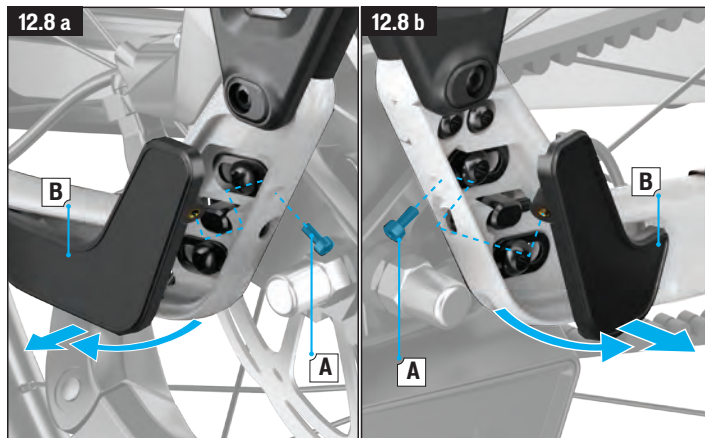

Abb. 12.8 A und B
- Entfernen Sie die Abdeckungen von den verstellbaren Ausfallenden (Abb. 12.8, A und B).
- Entfernen Sie mit einem TX25-Schlüssel die oberen Schrauben vom Rahmenschloss (A) und die Rahmenschloss-Zylindermutter (B) aus dem Ausfallende.
- Ziehen Sie die Kettensstrebe und die Sattelstrebe auseinander und schieben Sie den Zahnriemen vorsichtig durch die Öffnung in der Sattelstrebe (C).